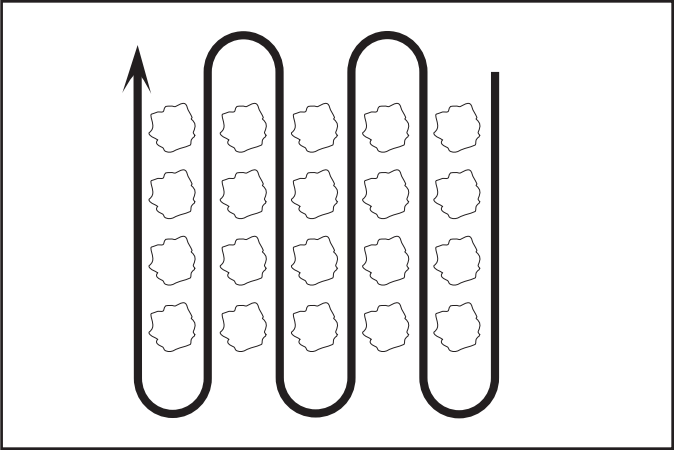

Fig. 16
- Binez les lignes de long en large à une vitesse qui permette aux dents de déraciner les mauvaises herbes et de laisser le sol à l'état brut pour faire en sorte que les mauvaises herbes et le gazon n'y poussent plus (Voir la fig. 16).